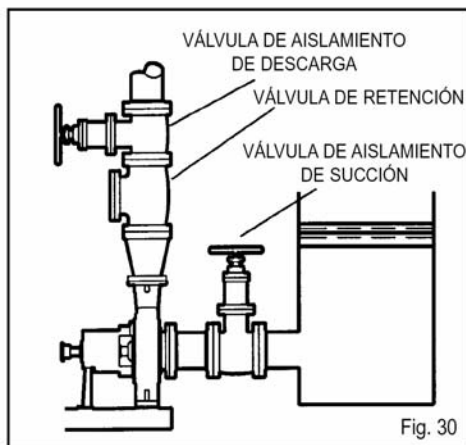

Fig. 30
1. Abra lentamente la válvula de succión (Fig. 30).